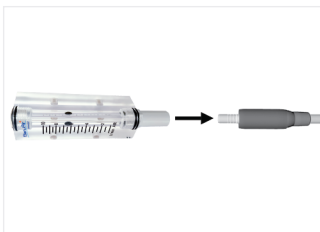

FIG. 5
5. Placer flowmeteret på næseudstyret, aktiver derefter køleluften, og mål luftflowet. Værdien måles i midten af flowmeterets kugle i henhold til standard JIS B7551. **FIG. 5**.